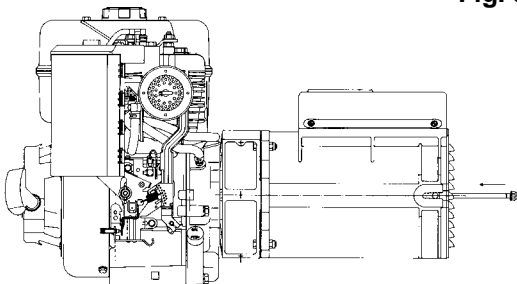

Fig. 3
-) inserire il tirante centrale nella sua sede (fig. 3).
-) insert the central bolt into its housing (fig. 3).
-) enfiler le tirant central dans son logement (fig. 3).
-) die mittlere Zugstange in ihrem Sitz einstecken (Abb. 3).
-) introducir el tirante central en su lugar (fig. 3).